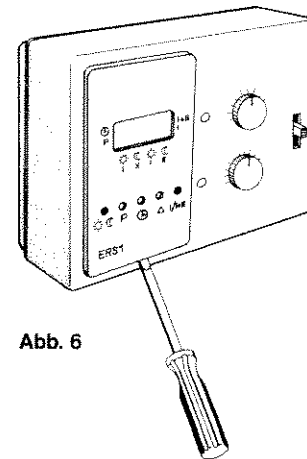

Abb. 6
1. Zum Batteriewechsel ist die ERS 1 aus der TELERMA herauszunehmen, siehe Abb. 6 + 7.